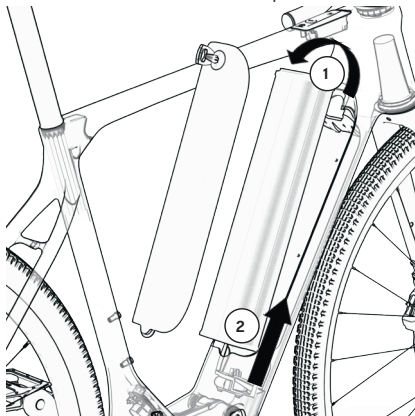
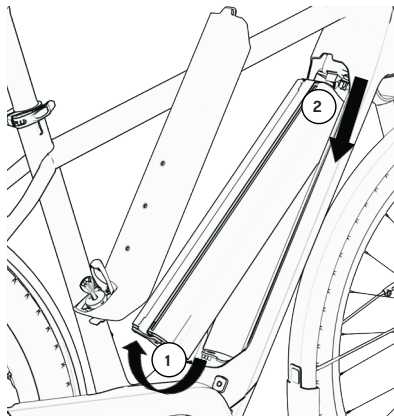

Fig. 3/ Côté serrure en haut
Fig. 4/ Côté serrure en bas
3. La batterie peut à présent être retirée du cadre. Pour cela, basculez la batterie côté serrure hors de son support ① et tirer-la hors de la zone des contacts électriques ②. Selon le modèle, le côté serrure se trouvera en haut « Fig. 3/ Côté serrure en haut » à la page 20 ou en bas « Fig. 4/ Côté serrure en bas » à la page 20